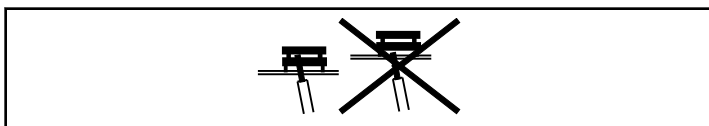

Figure 6
- Retirez la mémoire EPROM du support de circuit imprimé et remplacez-la par la nouvelle. Assurez-vous de placer le tournevis entre le composant et la prise. Reportez-vous à *Figure 6*